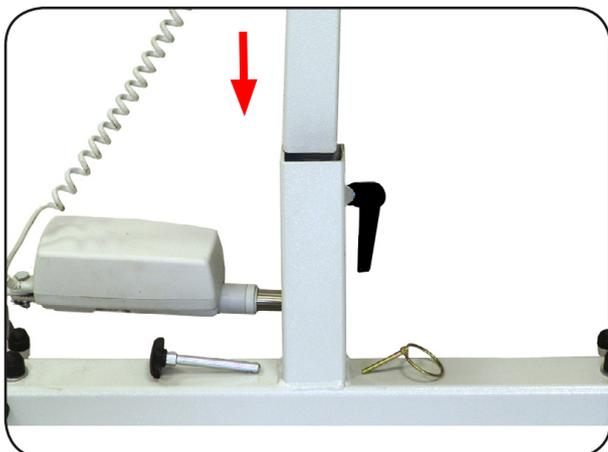

Abbildung 08
3. Stecken Sie den Standmast, in Richtung Fahrrichtung zeigend, in das Mittelrohr am Fahrgestell (Abbildung 08) ein.